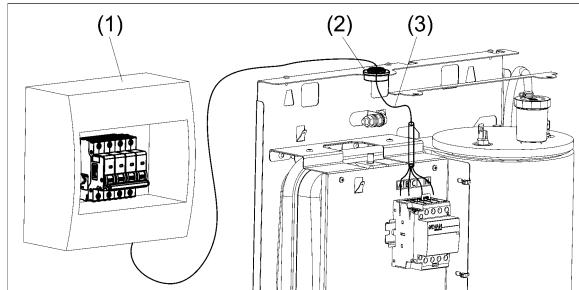

Рисунок 6. Подключение прибора к электросети
**6.2.3** Подключение прибора к электрической сети осуществляется только через внешний автоматический выключатель **QF** (см. рис. 6) с номинальным током ( $I_{n}$ ) указанным в таблице 2.
(1) Выполните монтаж автоматического выключателя QF в непосредственной близости от прибора и доступным для визуального обзора месте (см. рис. 6);
(2) Установите сальник входящий в комплект поставки в верхнюю часть корпуса прибора;
(3) Выполните монтаж силового кабеля от автоматического выключателя QF к клеммным колодкам через установленный сальник.